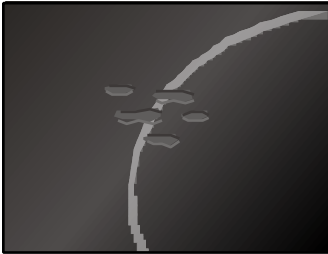

Fig. 9
- ☐ Limpie la placa, una vez enfriada cada vez que la utilice. Incluso las pequeñas suciedades depositadas se queman al volver a conectarla y ensucian el cristal, fig. 9.